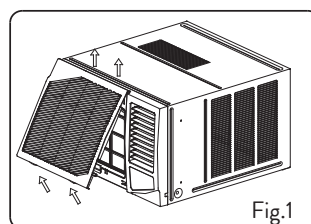

Fig.1
2. Sostenga la ranura debajo del panel frontal, luego levántela hacia afuera y retire el panel frontal (vea la Fig. 1)